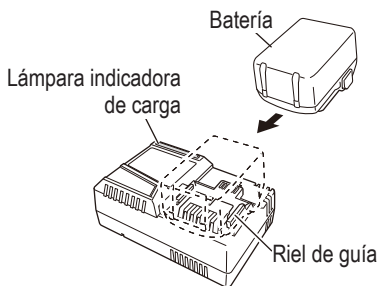

Fig. 11
2. Inserte la batería en el cargador de baterías. Inserte la batería en el cargador de baterías como muestra en la Fig. 11.